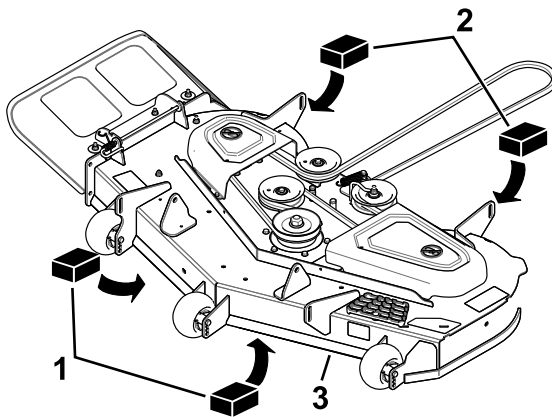

Figura 62
3. Coloque dos bloques de 6.6 cm (25/8" de grosor debajo de cada lado del borde delantero de la carcasa, pero no debajo de los soportes de los rodillos protectores del césped (Figura 62).
4. Coloque dos bloques de 7.3 cm (27/8" de grosor debajo del borde trasero del faldón de la carcasa de corte, uno en cada lado de la carcasa de corte (Figura 62).